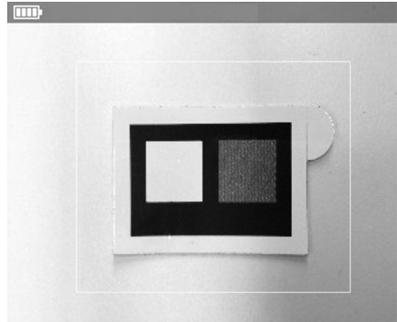

Figure 12 – Utilisation des pastilles ϵ -marker
3. Amenez la manette à droite pour sélectionner « ϵ -Assist », puis appuyez sur OK. L'écran passera à l'image réelle. Un cadre blanc apparaîtra sur l'image réelle. Placez ce cadre autour de la pastille ϵ -marker comme indique à la Figure 12. La caméra thermique doit être tenue à une distance de 20" à 28" (50 à 70 cm) de la pastille ϵ -marker, et à un angle de 10 à 30 degrés.